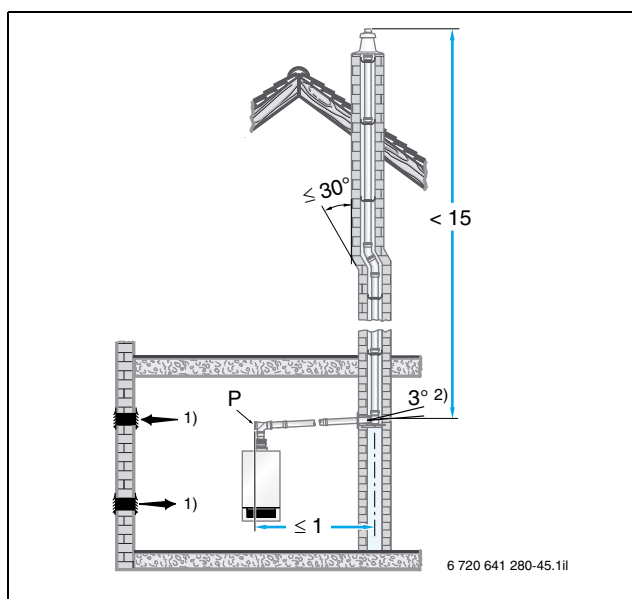
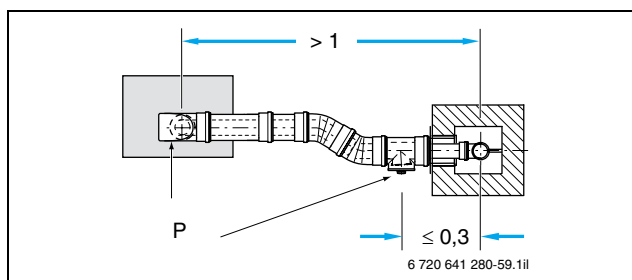

Рис. 103. Пример расположения ревизионного отверстия (P) дымоотвода без поворотов в котельном помещении (размеры в м)
Рис. 104. Пример расположения ревизионного отверстия (P) дымоотвода с поворотами в котельном помещении – вид сверху (размеры в м)
В соответствии с Немецкими стандартами DIN18160-1 и DIN 18160-5 системы дымоотведения, работающие с забором воздуха вне помещения, должны быть доступны для проведения контроля и необходимой чистки, для этого необходимо предусматривать ревизионные отверстия (рис. 103 и рис. 104).
- на торце прямого горизонтального участка дымовой трубы на расстоянии не более 1 м от поворота в вертикальный участок, если на горизонтальной трубе отсутствуют отводы (рис. 103), или
- сбоку на горизонтальном участке дымовой трубы на расстоянии не более 30 см от поворота в вертикальный участок (рис. 104).
- нижнее ревизионное отверстие выполнено в соответствии с DIN 18160-1 и 18160-5 (рис. 103 и рис. 104).